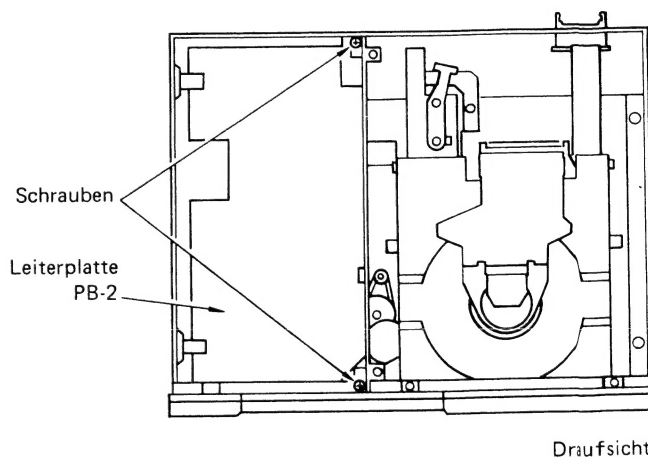

Abb. 3
- 1) Die beiden Schrauben herausdrehen, mit denen Leiterplatte PB-2 am Chassis befestigt ist (Abb. 3).